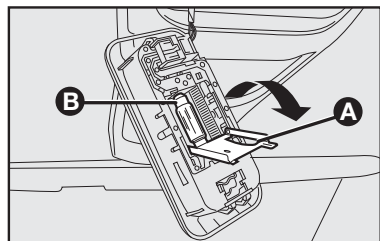

fig. 42
2) Abrir a tampa **A-fig. 42** no sentido indicado pela seta;
3) Substituir a lâmpada cilíndrica **B-fig. 42**;